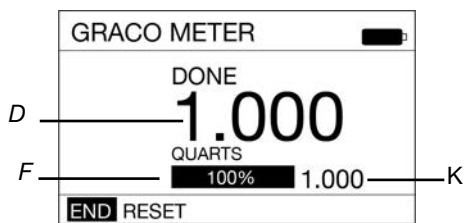

FIG. 33
5. Aparecerá la pantalla que se muestra en la FIG. 33. Fíjese que aparece la palabra Hecho ("DONE") cerca de la parte superior de la pantalla para confirmar que se ha dosificado la cantidad de fluido solicitada en el PREAJUSTE. Ahora la barra de progreso (F) está llena del todo y muestra que se ha dosificado el 100% del fluido solicitado; el contador de fluido dosificado (D) ahora muestra 1,000, número que coincide con los parámetros elegidos en el PREAJUSTE (K).